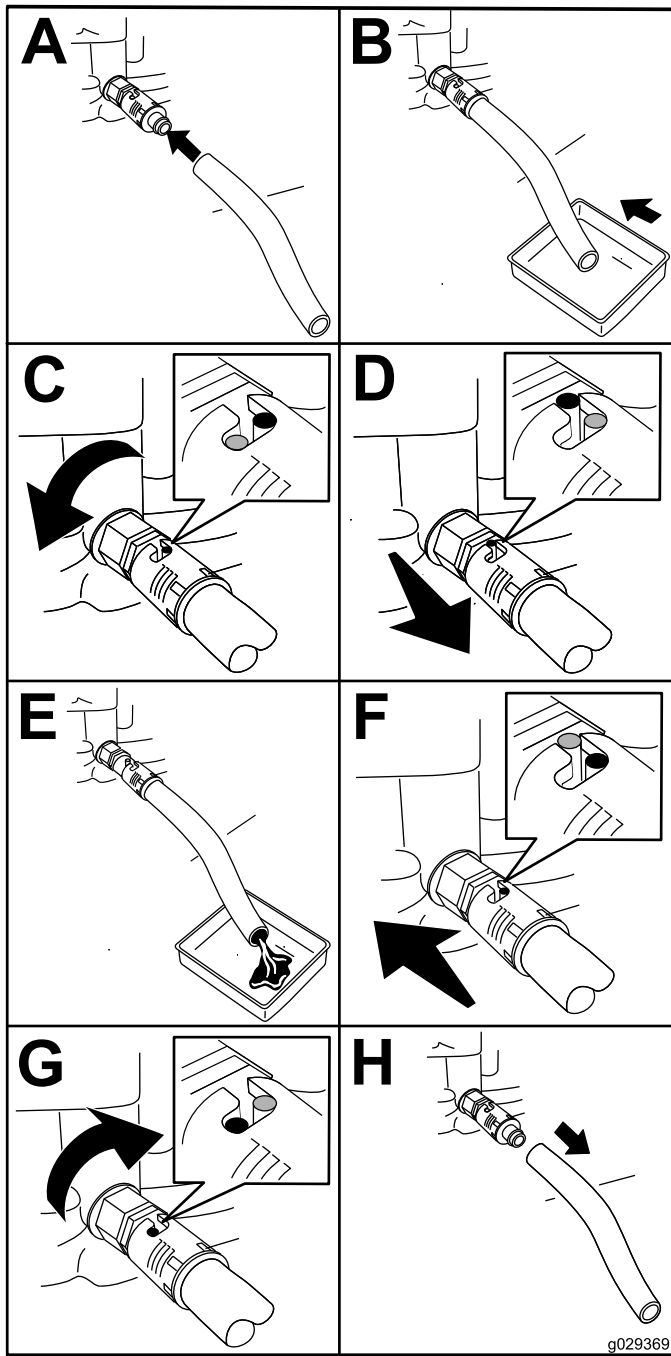

图 29
1. 将排油软管安装到排放阀上 图 29。
2. 将油管的另一端 图 29放入容量为 1L 的放油盘。
3. 将机油排放阀逆时针转动 1/4 圈等机油完全排出图 29。
4. 然后将机油排放阀顺时针转动 1/4 圈以关闭阀门图 29。
5. 卸下排放软管图 29 并擦拭掉溢出的机油。